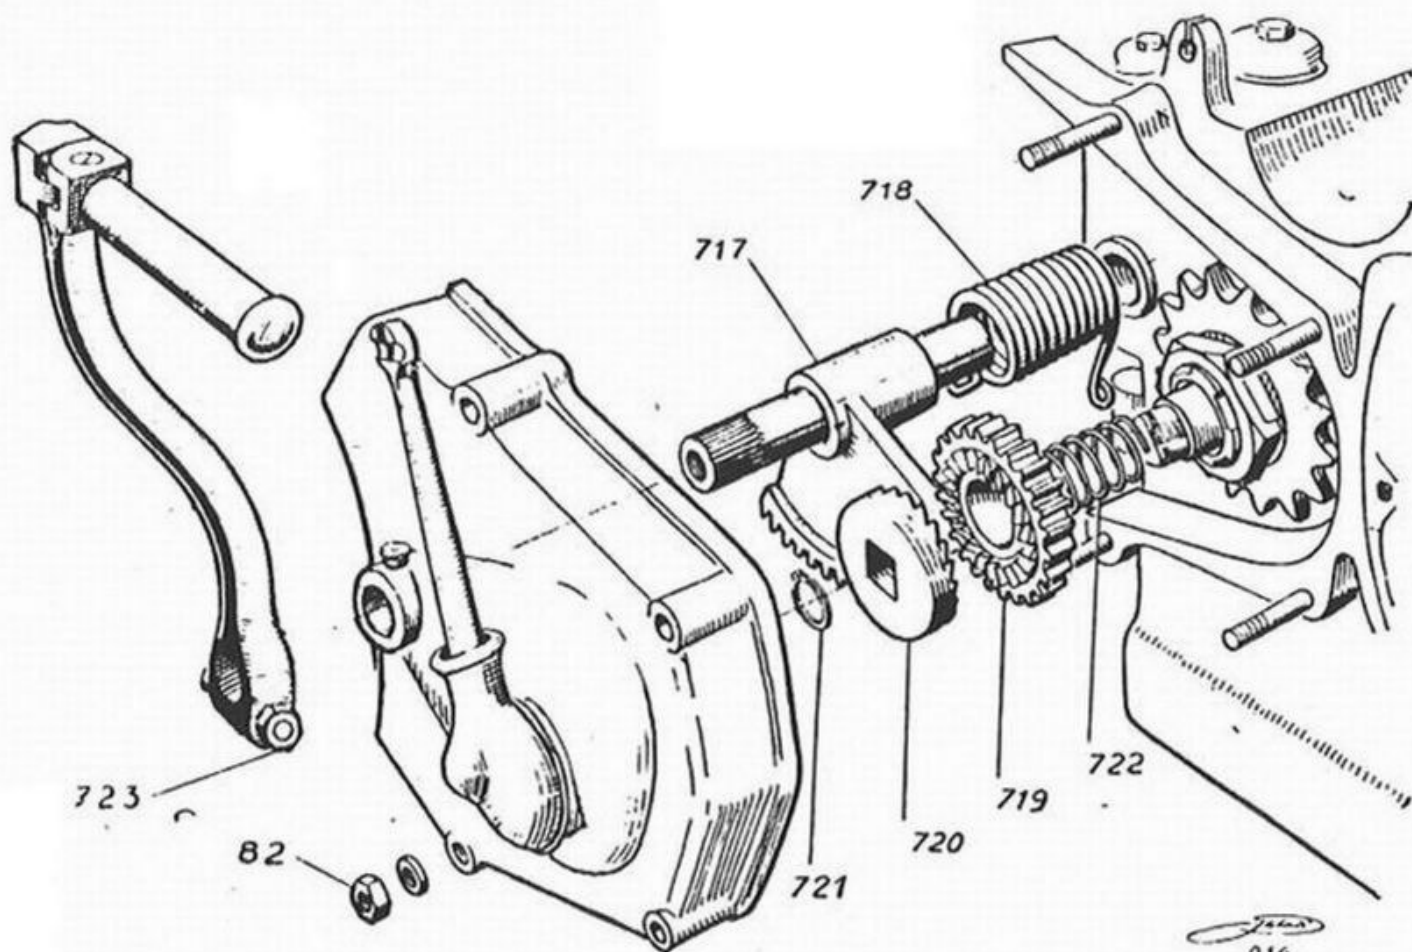

Fig. 11 - Smontaggio del gruppo di avviamento
12) - Smontaggio del gruppo avviamento (fig. 11).